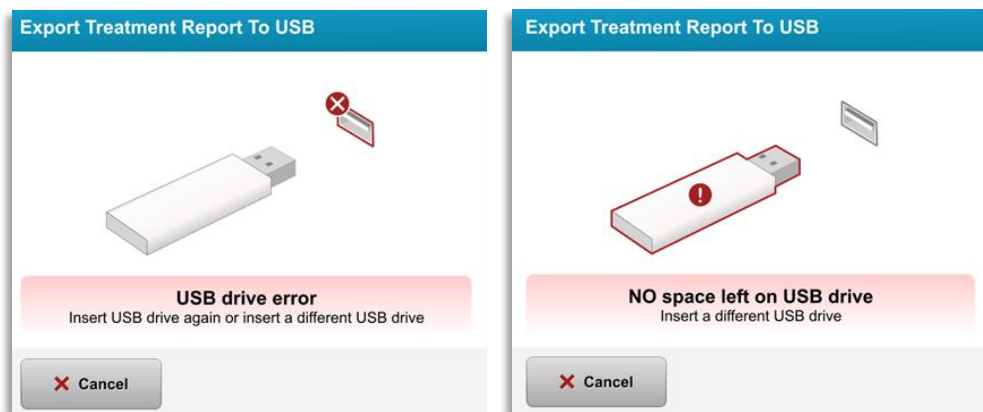

Figure 3-41. Erreur USB et plus d'espace sur le lecteur USB
- o Si le lecteur USB est plein ou si le système ne peut pas lire le disque, un message d'erreur s'affichera comme illustré à la figure 3-41.